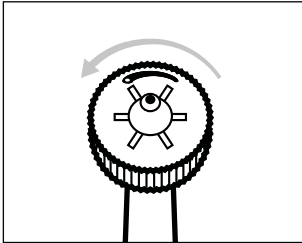

Fig. 4
- ◆ Gire el regulador del cabezal ❶ con los dedos en sentido antihorario para ajustar un solo chorro con el fin de eliminar eficazmente los restos de comida en puntos de difícil acceso (consulte las figs. 4 y 5).